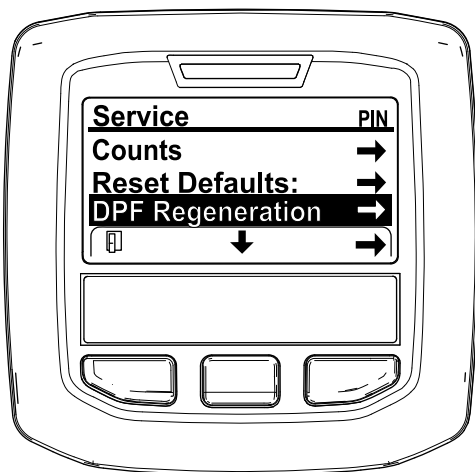

図 32
3. 整備メニューSERVICE MENUで、中央ボタンを押してDPF 再生DPF REGENERATIONへ移動し、右ボタンでDPF 再生DPF REGENERATIONを選択する 図 32。